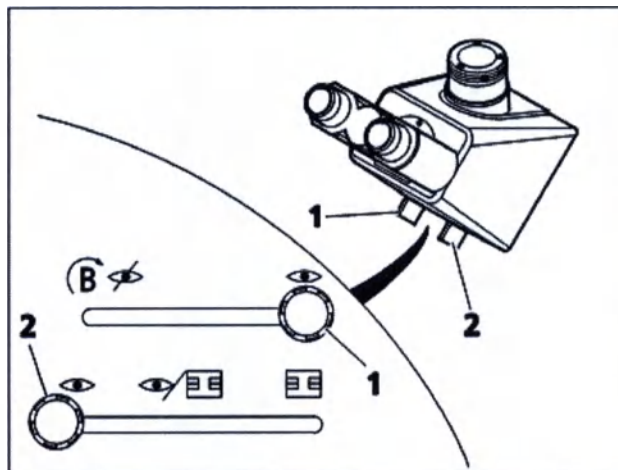

Рис. 69
- Нейтрально-серый флуоресцентный фильтр имеет шесть положений, которые выбираются кнопками (рис. 69/1) или (рис. 69/2), переключающими эти положения в прямом и обратном направлениях.